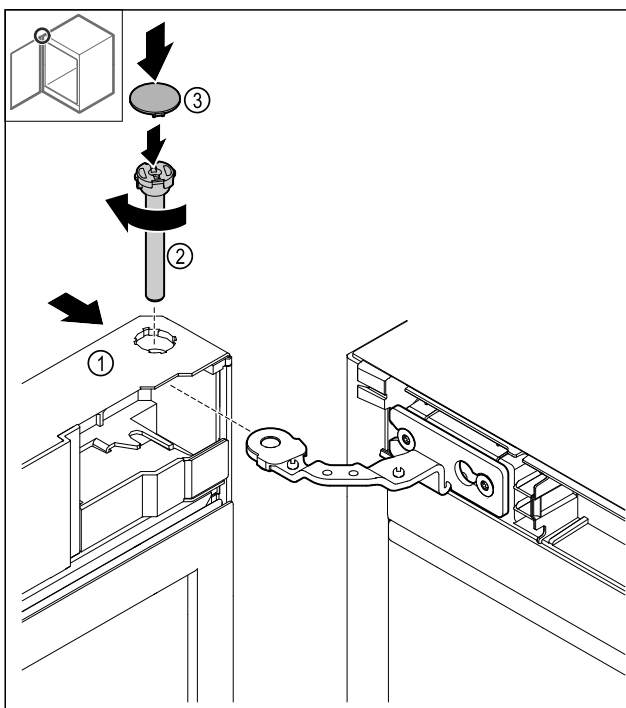

Fig. 39
- Potisnite vrata Fig. 39 (1) zgoraj na tečaj.
- Vstavite sornik Fig. 39 (2) in ga privijte v smeri urinega kazalca.
- Namestite pokrov Fig. 39 (4).